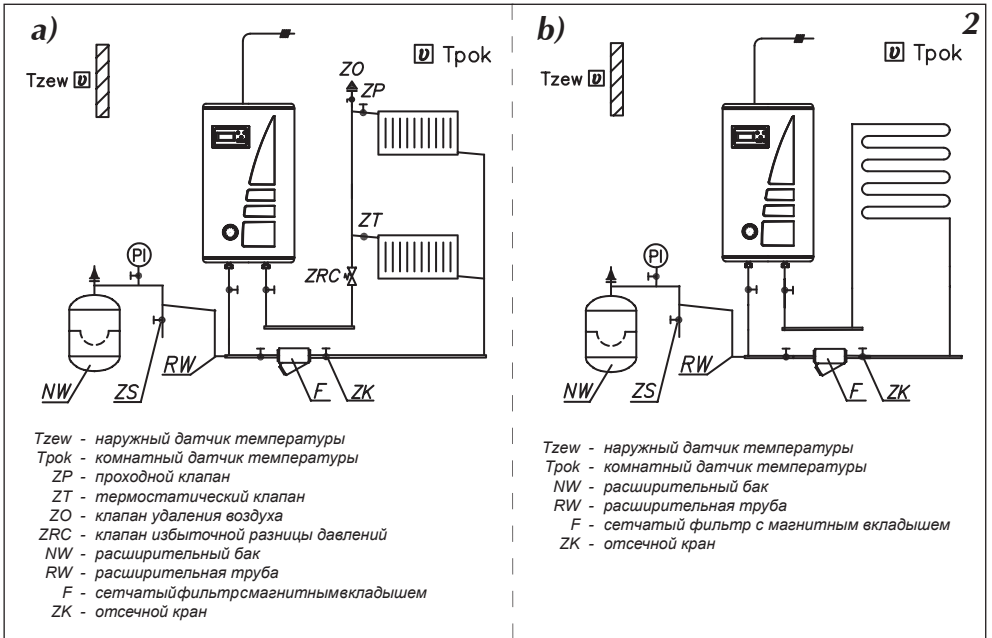
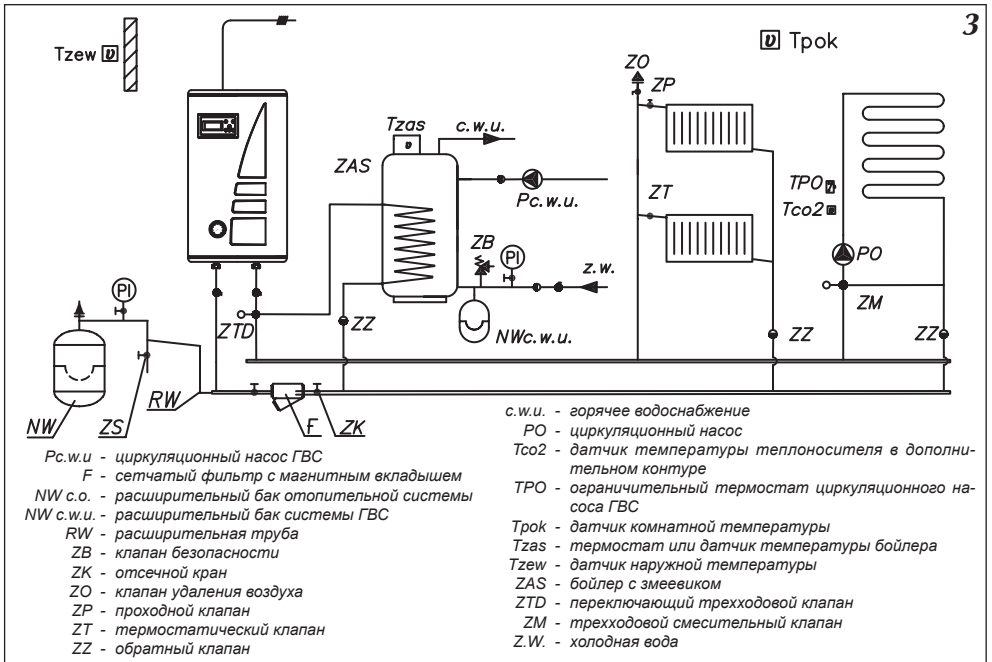

Рис.2 Примерная схема отопительной системы
Рис.3 Примерная схема отопительной системы – радиаторы, обогрев теплых полов, бойлер ГВС.
2. Подключить котел к отопительной проводке, оснащенной отсечными кранами (рис.2 и рис.3).
Разъем ZTM на плате ZIO22 рис.6 служит для подключения смесительного клапана запитки второго контура (рис.3 кран ZM). Этот контур должен быть приспособлен для запитки более низкими температурами чем в отопительной системе. Например, если отопительный контур запитывается температурой 85°C (см „Сервисное меню” параметры WChG,WChG2, Tcomax и Tc2max), второй контур может служить для запитки системы Теплый пол максимальной температурой 60°C. В этом случае следует помнить о установке дополнительной защитной арматуры, предохраняющей от появления слишком высокой температуры во втором контуре. Для измерения температуры во втором контуре используется датчик типа WE-008.